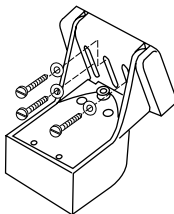

Рис.2-6
5. Снять трубку. Установить шурупы в пазы крепежной пластины, как это показано на рис. 2-6. Во внешних пазах шурупы следует установить на расстоянии около 6 мм от нижней границы паза. В центральном пазу шуруп следует установить на расстоянии около 6 мм от верхней границы паза. (Это позволит регулировать высоту навески излучателя). Под шурупы следует высверлить отверстия глубиной 19 мм и диаметром 3,6 мм. Чтобы не сверлить слишком глубокое отверстие, следует изготовить маску высотой 22 мм. Если трубка излучателя навешивается на транец из стеклопластика, для предотвращения скалывания поверхности транца следует прежде сверления глубокого тонкого отверстия под шуруп, высверлить отверстие диаметром 6 мм и глубиной 1,5 мм.